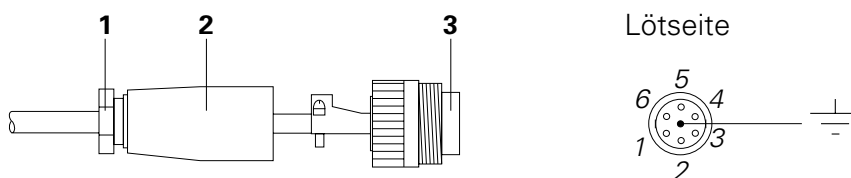

Figure 9
- Desserrer la bague de serrage (**1** - Fig. 9)
- Dévisser la douille (**2** - Fig. 9)
3. Dessouder les fils de la fiche (**3** - Fig. 9)
4. Tirer le câble hors de la fiche et de la bague (**2** - Fig. 9)
8. Visser la douille (**2** - Fig. 9 et serrer)
9. Bien serrer la bague de serrage (**1** - Fig. 9)